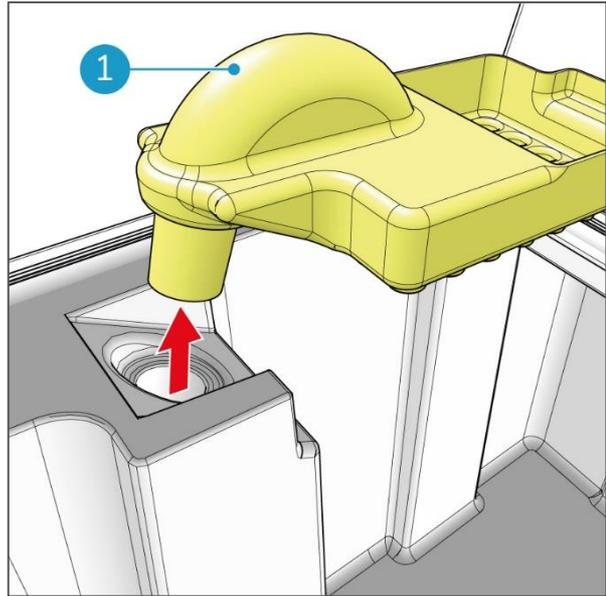

Figure 50
1. Retirez l'entrée d'eau de récupération (Figure 50, pos. 1).